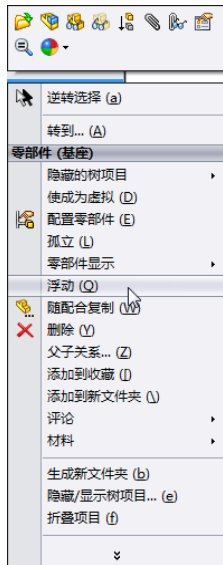

图 7-7 设置浮动的快捷菜单
2. 系统默认第一个插入的零件是固定的，也可以将其设置为浮动，右键单击“Feature Manager 设计树”中的固定的文件，在弹出的快捷菜单中选择“浮动”选项，如图 7-7 所示。反之，也可以将其设置为固定状态。